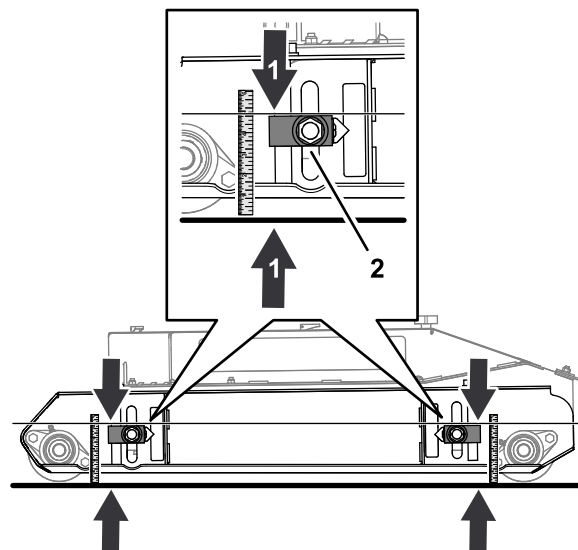

Bild 79
1. Lösen Sie die Mutter, welche die Schnitthöhenverstellung arretiert (Bild 79).
2. Verschieben Sie die Schnitthöhenverstellung nach oben oder unten, bis Sie einen Abstand von 124 mm von der Oberseite des Verstellblocks bis zum Boden messen (Bild 79).